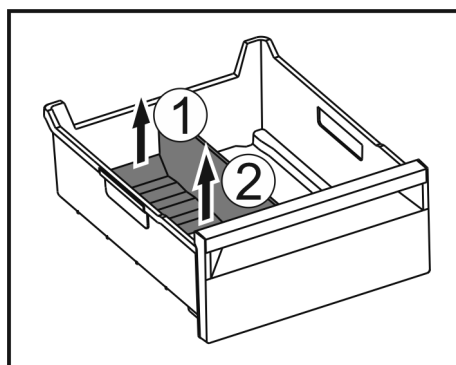

Fig. 170
- Приподнимите заднюю часть разделителя отделения для льда. Fig. 170 (1)
- Извлеките разделитель отделения для льда движением вверх. Fig. 170 (2)